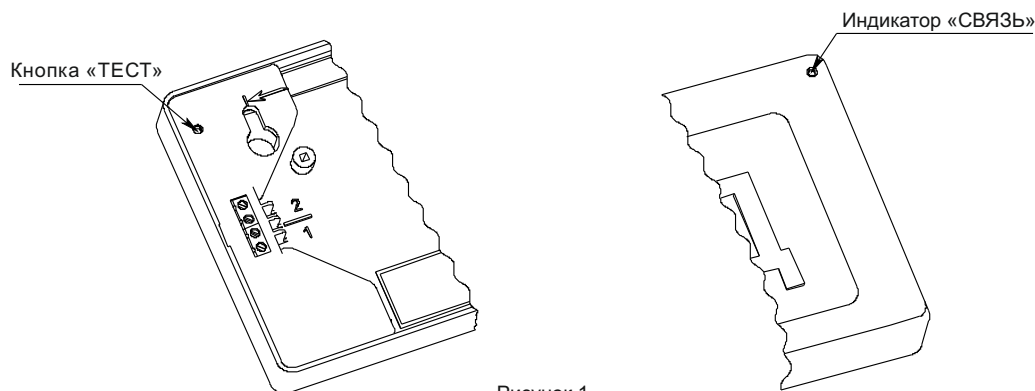

Рисунок 1
2.5 Для информации о состоянии оповещателя предусмотрен оптический индикатор «СВЯЗЬ» (Рисунок 1). Режимы индикации приведены в таблице 1.
5.2 Контроль работоспособности оповещателя осуществляется нажатием на встроенную кнопку «ТЕСТ» (Рисунок 1) при помощи тонкого цилиндрического предмета, например, канцелярской скрепки или направлением луча оптического тестера ОТ-1 на индикатор «СВЯЗЬ» (луч следует направлять перпендикулярно плоскости установки извещателя).